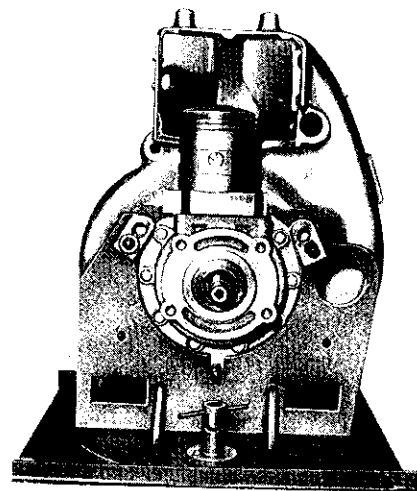

Bild 37. Winkligkeit des Pleuels zur Kurbelwelle prüfen
8. Mittels Blockmaß Winkligkeit des Pleuels zur Kurbelwelle prüfen (Bild 37).